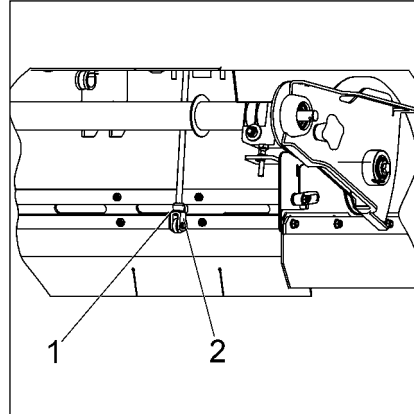

Abb.19
- ES-Bolzen (Abb.19/2) entfernen
- Durch Drehen des Gabelkopfes (Abb.19/1) kann die Einstellung verändert werden.